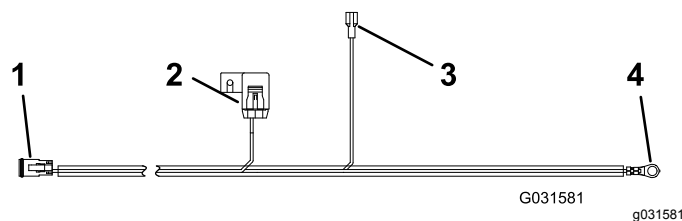

Figura 10
1. Para alimentar o kit a partir do bloco de fusíveis do trator, utilize a cablagem do bloco de fusíveis (Figura 10). Ligue o conector do bloco de fusíveis ao bloco de fusíveis do trator e insira um fusível de 15 amperes.